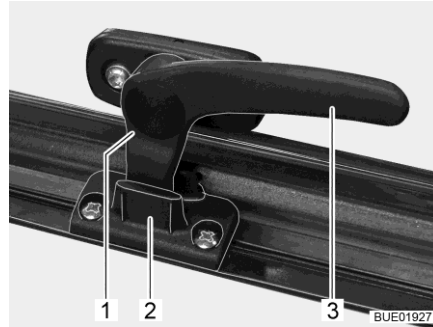

Bild 15 Verriegelungshebel in Stellung "Dauerbelüftung"
- in Stellung "Dauerbelüftung" (Bild 15)
- Den Verriegelungshebel (Bild 15,3) eine viertel Umdrehung zur Fenstermitte hin drehen.
- Den Verriegelungshebel eine viertel Umdrehung zum Fensterrahmen hin drehen. Die Verriegelungsnase (Bild 15,1) dabei in die Aussparung der Fensterverriegelung (Bild 15,2) einfahren.